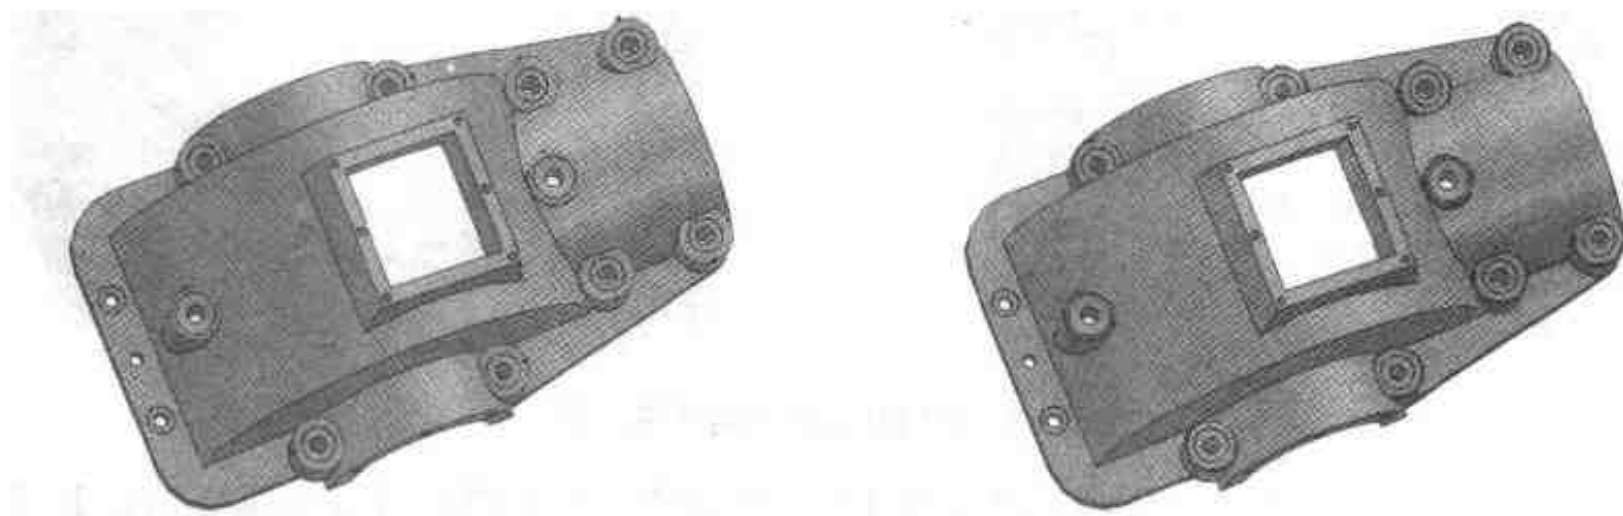

图 2.52 圆柱凸台的边缘过渡
- (1) 单击【边过渡】按钮，在【过渡半径】文本框中输入“2”，如图 2.52 左图所示依次单击所有凸台的上表面外边缘，单击【完成】按钮，结果如图 2.52 右图所示。